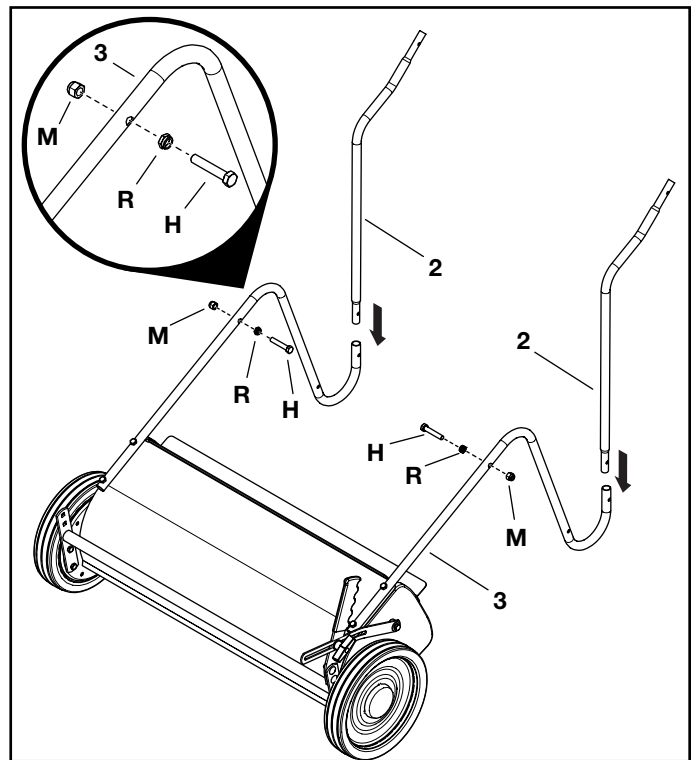

FIGURE 6
STEP 6: (SEE FIGURE 6)
- Attach a 3/8-16 x 2 GR2 bolt (H), 3/8-16 hex nut (R), and 3/8-16 Nylock hex nut (M) to each lower kickstand tube (3).
- Slide the upper kickstand tubes (2) into the lower kickstand tubes (3).
(VOIR LA FIGURE6) Fixez un boulon 3/8-16 x 2 GR2 (H), un écrou hexagonal 3/8-16 (R), et un écrou hexagonal 3/8-16 Nylock (M) à chaque tube de béquille inférieur (3). Faites glisser les tubes de béquille supérieurs (2) dans les tubes de béquille inférieurs (3).